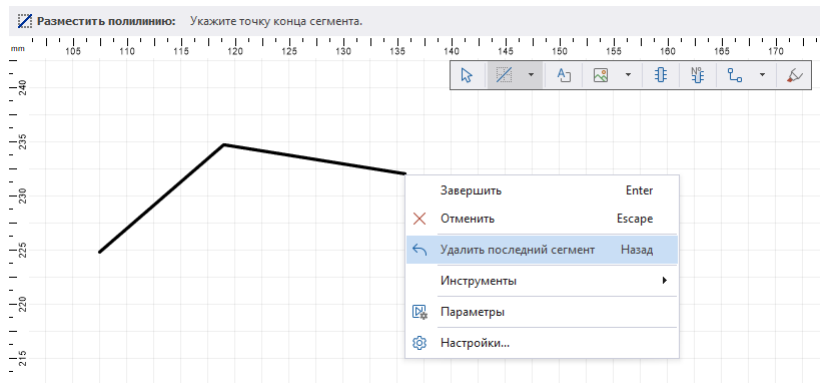

Рис. 288 Удаление последнего сегмента
4. Для отмены размещения последнего зафиксированного сегмента линии необходимо, не завершая работу с инструментом, нажать Backspace или «Удалить последний сегмент» в контекстном меню, см. Рис. 288.